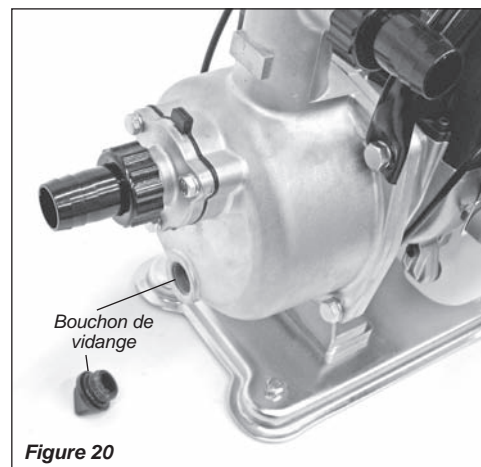

Figure 20
- Retirer le bouchon de vidange et vider l'eau du corps de la pompe. Voir figure 20.